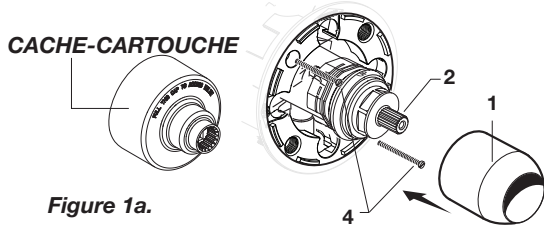

Figure 1a.
- **Figure 1a.** Retirer le cache-cartouche. Enfoncer le CAPUCHON (1) sur la CARTOUCHE DU ROBINET (2) jusqu'à ce qu'il soit bien placé contre la butée d'arrêt.